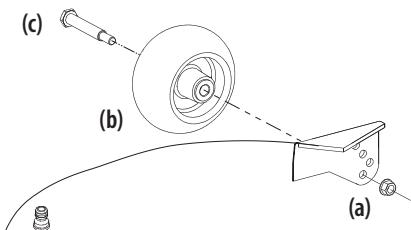

Figura 12
- Extraiga la tuerca e seguridad (a) rueda de calibración (b) y el tornillo con reborde (c) de la plataforma. Consulte la Figura 12 en la página 42.